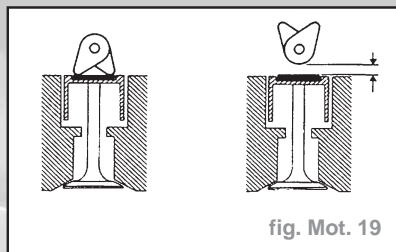

fig. Mot. 19
- Placer les soupapes du cylindre concerné en position fin échappement début admission et vérifier le jeu (fig. Mot. 19).